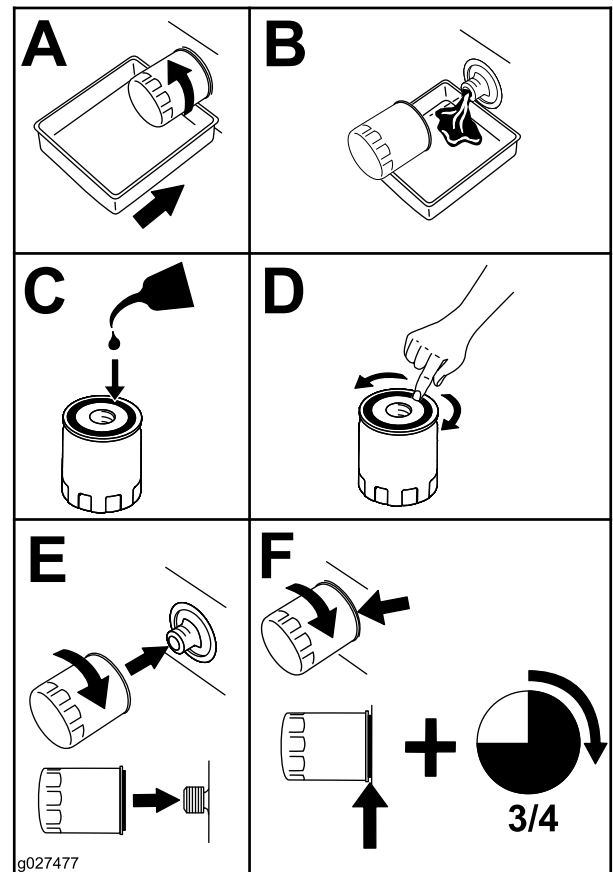

Figura 36
4. Sustituya el filtro de aceite del motor (Figura 36).